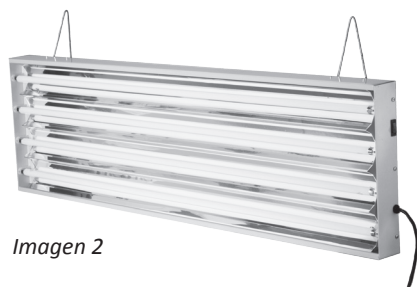

Imagen 2
- Para colgarlo en horizontal, utilice los orificios y ranuras situados en las esquinas de cada extremo. Véase imagen 2.